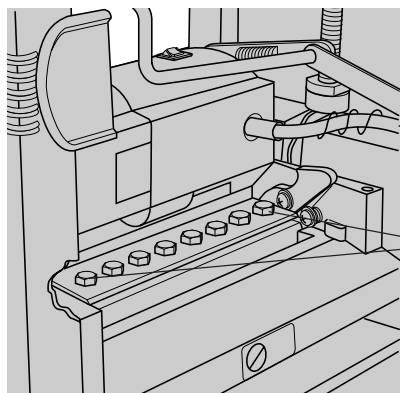

FIG. 16
- 4) Lorsqu'on ne peut pas voir les huit boulons illustrés à la figure 16, faire tourner avec précaution le porte-outil à l'aide d'un bout de bois inutile jusqu'à ce qu'on voit les boulons. Éloigner les doigts du porte-outil jusqu'à ce que les boulons soient visibles.
- 5) Lorsque les huit boulons illustrés à la figure 16 se trouvent de la façon illustrée, s'assurer que le levier de verrouillage du porte-outil est dans la position verrouillée et que le porte-outil est stable. Les fers bloquent aussi en empêchant la rotation.